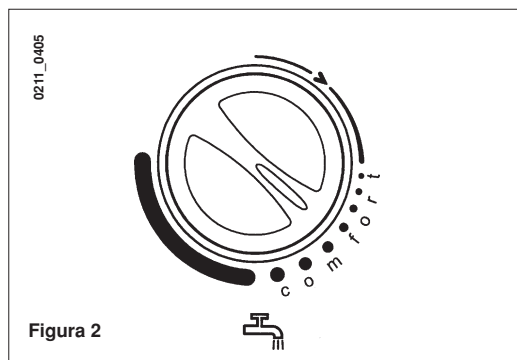

Figura 2
La válvula del gas está provista de un dispositivo de modulación electrónica de la llama en función del posicionamiento del mando (13) de regulación del agua sanitaria y de la cantidad de agua tomada. Este dispositivo electrónico permite obtener temperaturas del agua, en salida de la caldera, constantes también para pequeños caudales de toma. Para limitar el consumo energético, se aconseja posicionar el botón en "--comfort--" (figura 2). En invierno será probablemente necesario aumentar la temperatura del agua sanitaria según los valores deseados. Con el mando regulado al mínimo resulta solamente activa la función anticongelante del agua contenida en el acumulador.
A válvula do gás está equipada com um dispositivo de modulação electrónica da chama que funciona em função do posicionamento da pega (13) de regulação da água quente para uso doméstico e da quantidade de água utilizada. Este dispositivo electrónico permite manter constante a temperatura da água de saída da caldeira, inclusive para pequenas quantidades de água. Para limitar o consumo energético, convém posicionar o botão em "--comfort--" (figura 2). Durante o inverno, provavelmente será necessário aumentar a temperatura da água segundo os valores desejados. Com a pega regulada na posição mínima, está a funcionar apenas a função anti-congelamento da água contida no esquentador.